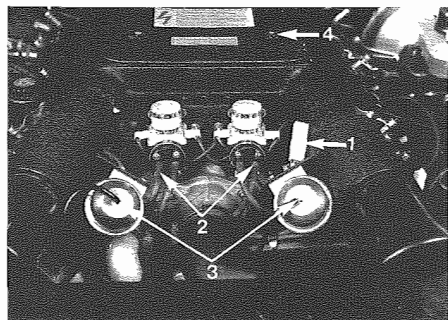

Fig. 7 - 1 - Cablaggio - Cables
- Allentare i pomelli di fissaggio (**Fig. 7**) e smontare il coperchio. Estrarre la cartuccia filtrante.
Staccare il cablaggio 1 (**Fig. 7**).
- Slacken cover fixing nuts (**Fig. 7**) and remove cover. Take out the filter element.
Disconnect cable 1 (**Fig. 7**).